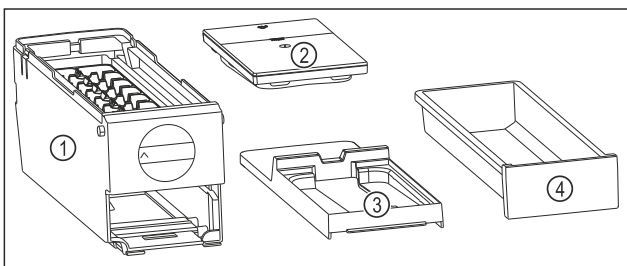

Fig. 78 Bestandteile des EasyTwist-Ice
- ▷ EasyTwist-Ice ist in vier Teile zerlegt. (siehe Fig. 78)
- ▶ EasyTwist-Ice nur in abgebildete Bestandteile zerlegen. (siehe Fig. 78)
- ▶ EasyTwist-Ice-Korpus Fig. 78 (1) als Ganzes reinigen.